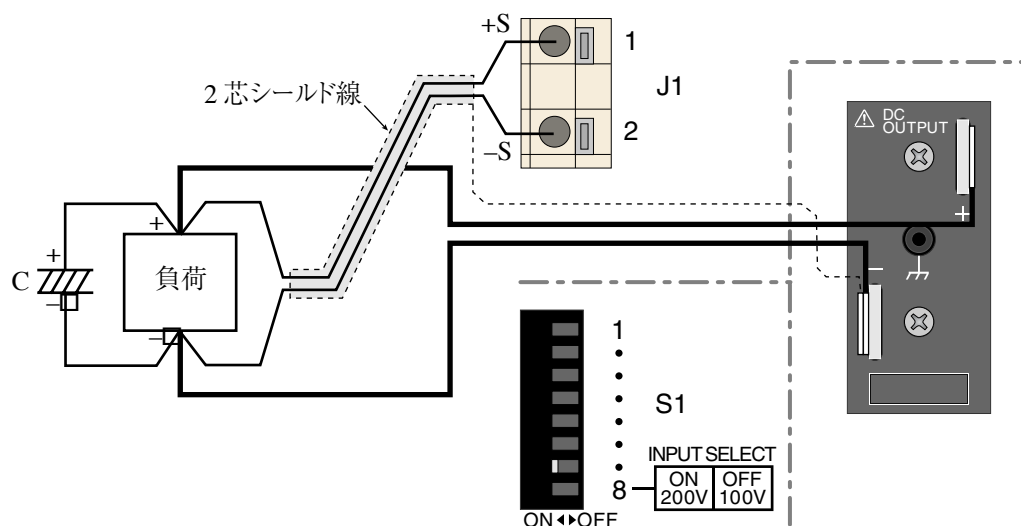

図 4-4 リモートセンシングの接続
4. 図 4-4 のように、J1 端子台と負荷端子間にセンシング線を接続します。